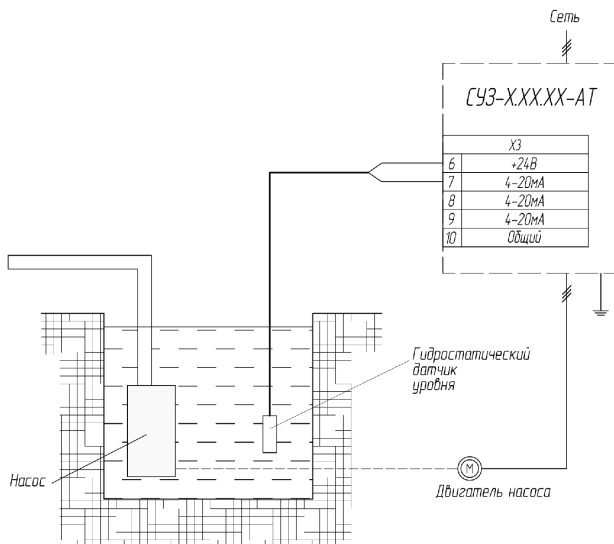

Рисунок 8.4 – Подключение гидростатического датчика уровня
8.4 Автоматическое управление от гидростатического датчика уровня. (Рисунок 8.4)